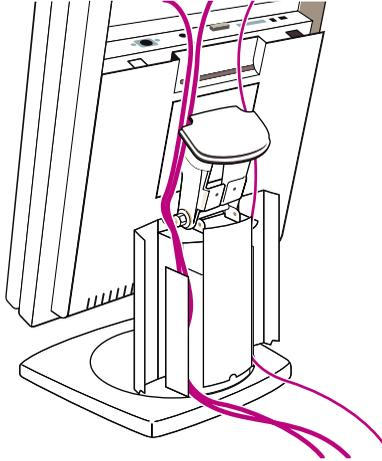

Figura 28: Vista traseira do monitor
2. Roteie os cabos ao longo do braço e dentro dos dutos de cabo no pé de inclinação e rotação. Consulte figura 28 acima.